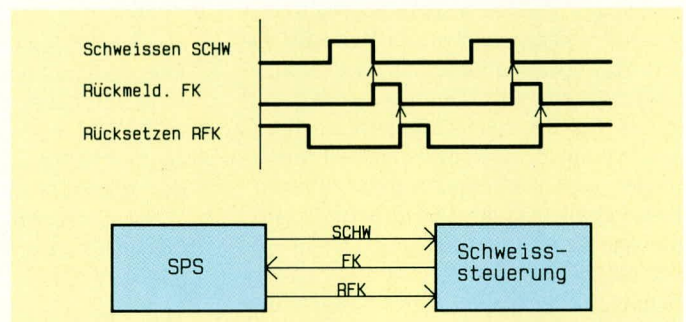

Bild 33: Zusammenwirken zwischen SPS und Schweißsteuerung
ein Startkommando (SCHW) erhält und nach Erledigung seiner Aufgabe eine Fertigmeldung (FK) an die SPS zurückgibt. Diese Fertigmeldung ist durch die SPS wiederum rücksetzbar (RFK, siehe Bild 33).